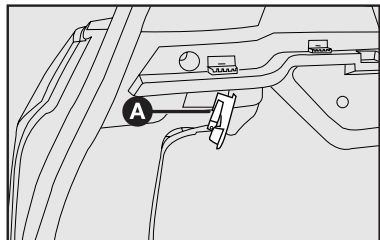

fig. 46
- 2) quite la lámpara sacándola de su alojamiento **A**-fig. 46 y cámbiela por una lámpara nueva.